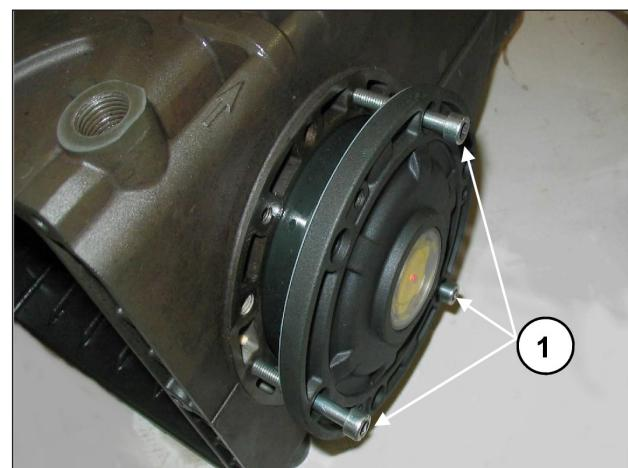
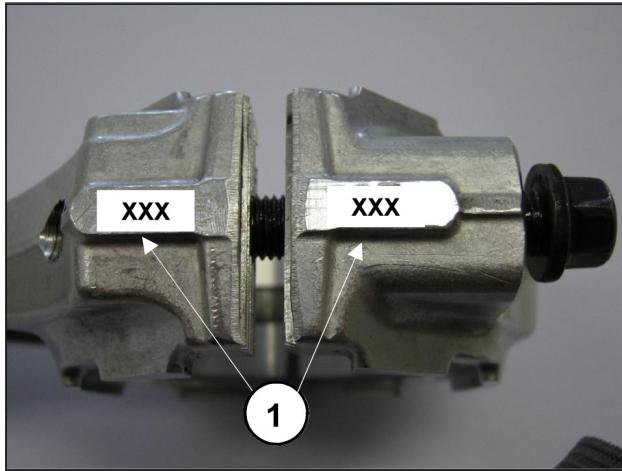

Abb. 8
Abb. 9
Um das Einführen des ersten Abschnitts und das Einsetzen der Deckel am Gehäuse zu erleichtern, sollten Sie 3 Schrauben M6 x 40 mit Teilgewinde (Abb. 8, Pos. ①) zu Hilfe nehmen und den Vorgang dann anhand der mitgelieferten Schrauben (M6x18) abschließen.
- Paaren Sie die Pleueldeckel unter Berücksichtigung der Nummerierung mit den zugehörigen Schäften (Abb. 9, Pos. ①).
Für das Annähern der beiden Seitendeckel an das Gehäuse können Sie zunächst 3 Schrauben M6x40 für eine erste Ausrichtung verwenden, wie in Abb. 8 angegeben, und dann die für die endgültige Befestigung vorgesehenen Schrauben. Das Reibmoment der Welle (bei verbundenen Pleueln) darf 8 Nm nicht übersteigen.
Nach Abnahme der seitlichen Deckel, vgl. Abschn. 2.1.1, entfernen Sie den äußeren Lagerring der Dichtungen von den Deckeln und den inneren Ring mit dem übrigen Teil des Lagers von den beiden Wellenenden mit einem einfachen "Austreiber" oder einem ähnlichen Werkzeug, siehe Abb. 8 und Abb. 9.